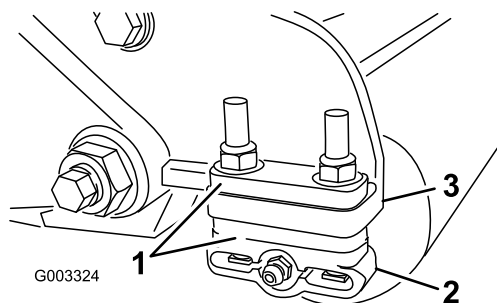

Рисунок 12
- Отрегулируйте кронштейны заднего валика (**Рисунок 12**) на необходимый диапазон высоты скашивания путем установки необходимого количества проставок под монтажный фланец боковой пластины (**Рисунок 12**) в соответствии с таблицей высоты скашивания.